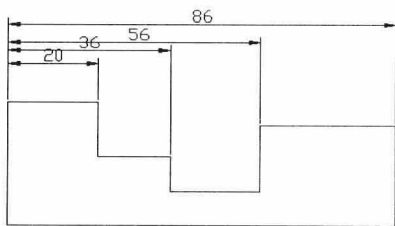
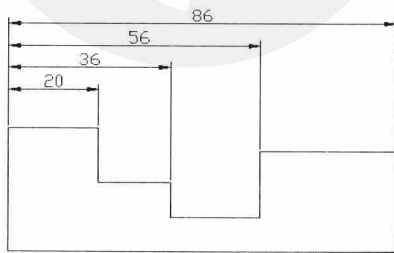

图 7-4-5
图 7-4-6
(1) 使用线性和基准线命令标出的图形尺寸如图 7-4-5 所示，标注之间的距离很窄，这是由于标注样式的“基线间距”值比较小，增加该值，不会对已创建的基线间距产生影响。
(2) 选择菜单命令“标注/标注间距”，命令行提示“选择基准标注”，单击测量尺寸为 20 的标注对象作为基准标注。
(3) 命令行提示“选择要产生间距的标注”，单击其他标注对象。
(4) 命令行提示“输入值或 [自动(A)] <自动>”，按 Enter 键，其他标注对象从基准标注对象均匀隔开，效果如图 7-4-6 所示。